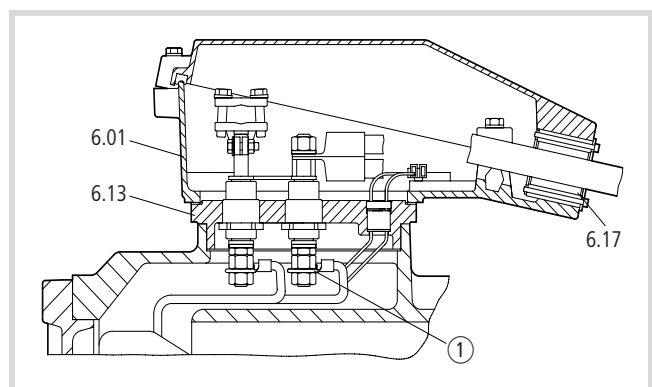

Figure 16 : Boîte à bornes avec passage à boulon isolé
- ① Point de jonction
- ▶ Otez la plaque d'arrêt ① et l'écrou (→ fig. 16).